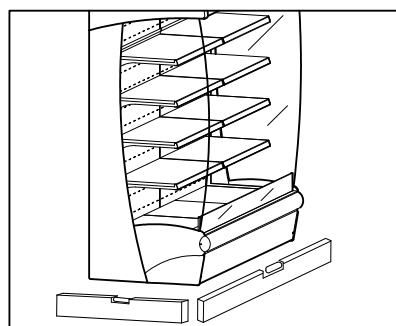

Рис.13
**Витрина должна быть установлена на абсолютно ровный пол: полностью заполненная витрина не должна качаться (Рис.13)**